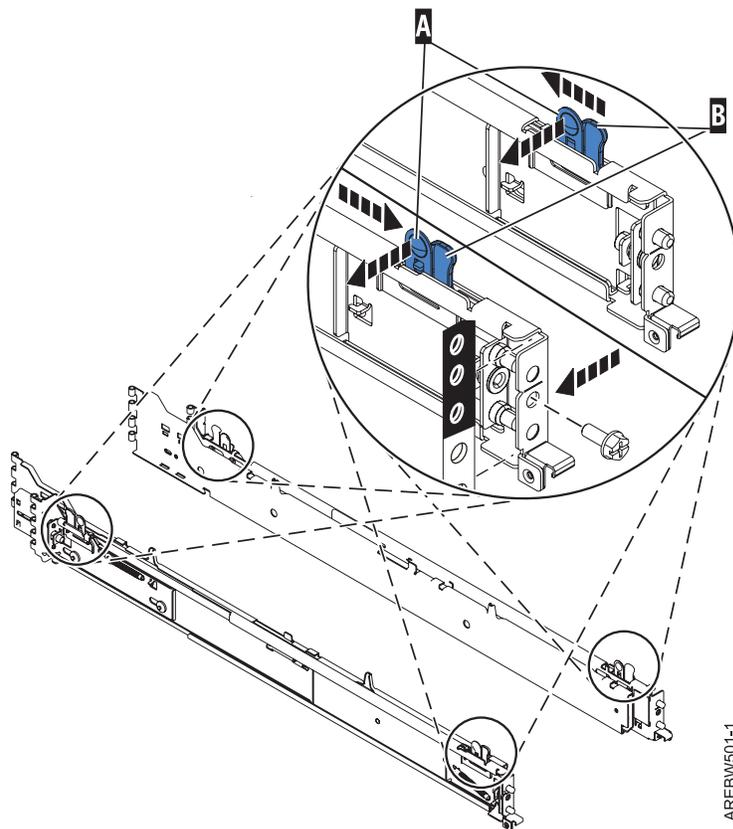

Figure 32. Ergot d'alignement de la glissière avant, vis de fixation et support de taquet
1. Avec la bonne glissière, tirez vers l'arrière la patte de déverrouillage du montage du loquet, **A** dans figure 32, puis faites coulisser la patte **B** vers l'arrière dans la position rétractée et verrouillez l'assemblage du loquet. Les broches d'alignement arrière doivent être complètement rentrées.
2. Dès que les broches d'alignement sont rétractées, insérez la broche d'alignement avant de la glissière latérale droite dans figure 32, dans le trou de la bride avant de l'armoire identifiée par la pastille auto-adhésive que vous avez préalablement posée. Demandez à une deuxième personne de maintenir fermement la glissière en position.